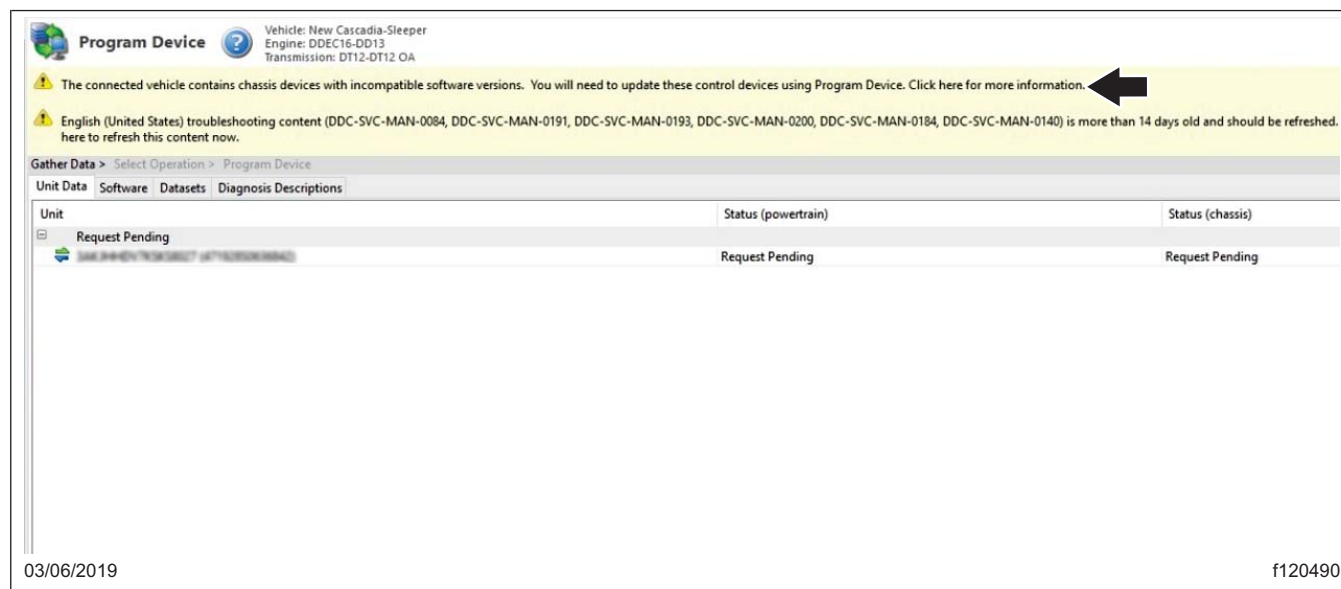

Fig. 3, Clic sur le message de la bannière
11. Cliquez sur le message de la bannière. Reportez-vous à la figure 3.